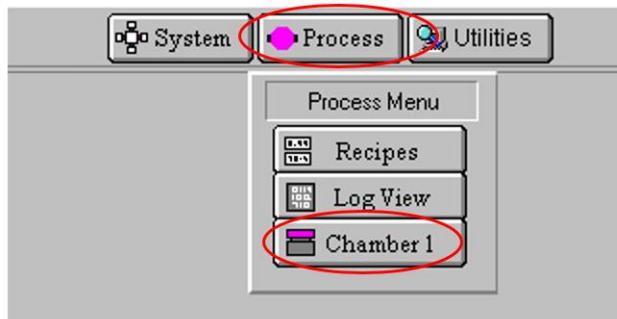

Figure 13 : Page PROCESS
8) Lorsque le groupe de pompage du réacteur est opérationnel (« evacuate » activé), cliquer sur « **process** » et « **chamber 1** » (Figure 13).
11) Pour revenir sur le synoptique « PUMP CONTROL » cliquer sur « **System** » en haut à gauche de la figure 13.